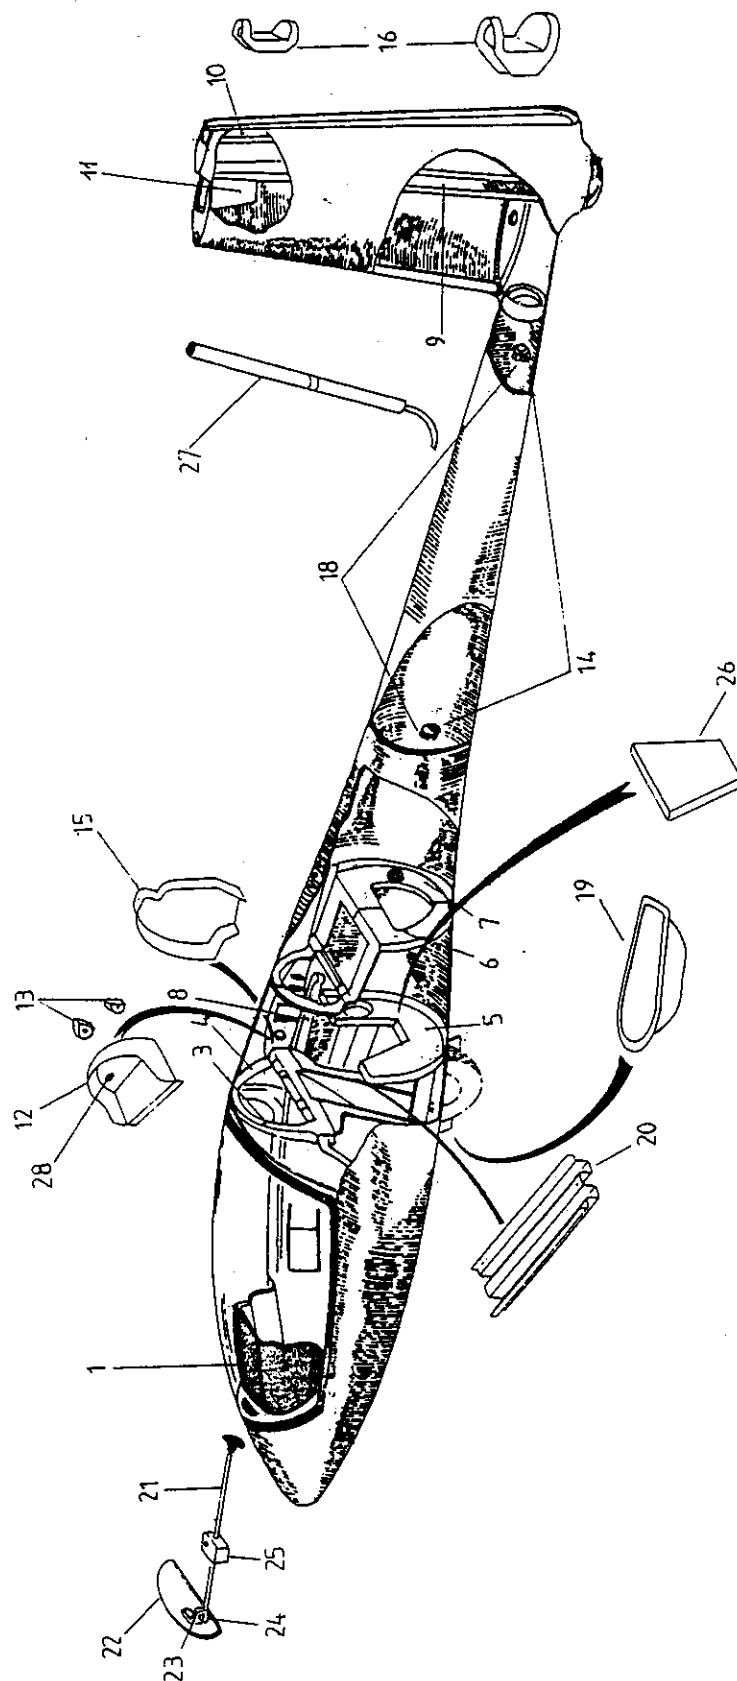

Figure 38
- Figure 38 : Accessoires dans le fuselage (renforts, supports, etc.)